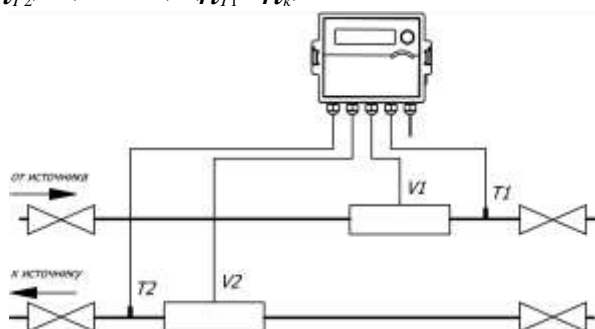
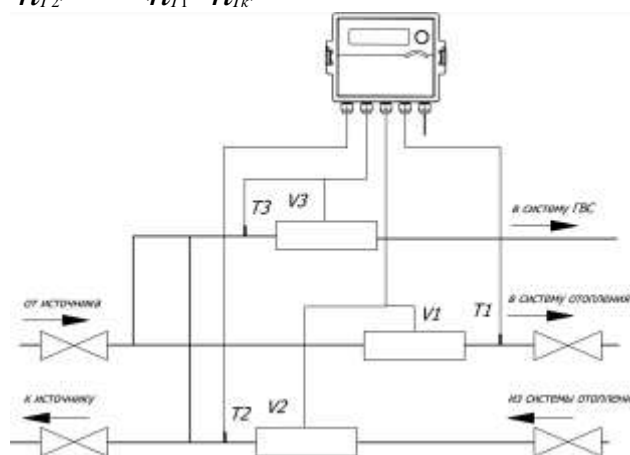
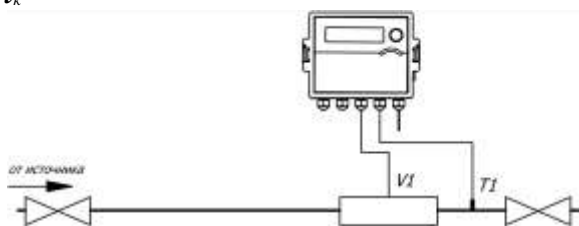
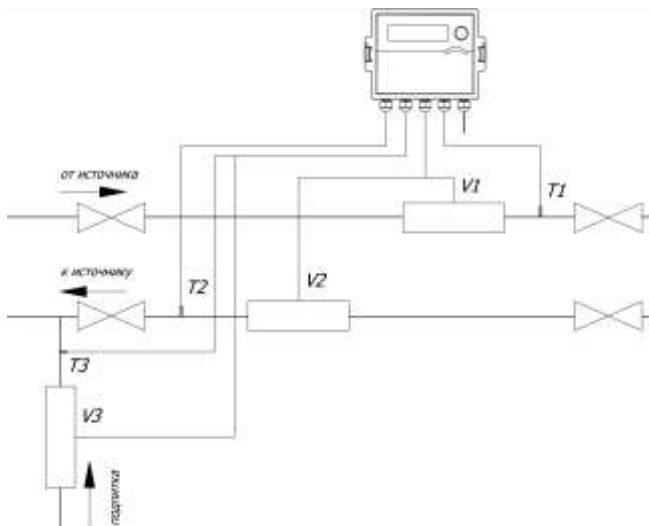

рис. 5.1
рис. 5.2
рис. 5.3
рис. 5.4
Схемы монтажа и подключения изображена на рис. 5.1, рис. 5.2
Схема монтажа и подключения изображена на рис. 5.3
Схема монтажа и подключения изображена на рис. 5.4, при этом преобразователи расхода, не входящие в формулу вычисления тепловой энергии могут не устанавливаться.
- Тепловычислители КСТ-202 «ДУЭТ-РМД» и КСТ-202 «ДУЭТ-С-РМД» можно рассматривать как 2 тепловычислителя, собранных в 1 корпусе. Таким образом, к ним применимы все схемы подключения, изображенные на рис. 5.1, рис. 5.3, рис. 5.4 и их комбинации в соответствии с табл. 4.3.
- Схема подключения теплосчетчиков КСТ-22 «ДУЭТ-РМД» и КСТ-22 «ДУЭТ-С-РМД» изображена на рис. 5.4.